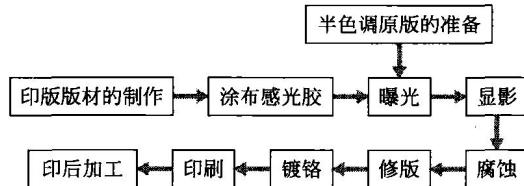

图 1-4 化学腐蚀凹版印刷工艺流程
(2) 化学腐蚀凹版印刷工艺流程 这种工艺流程利用了化学试剂对金属(主要是铜板和钢板)的腐蚀性,在金属板平面上或圆弧上腐蚀出凹下的图文制成凹版,进行印刷。其工艺流程如图 1-4 所示。